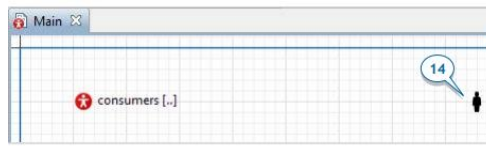

Рисунок 4.23 – Основна діаграма
5. На головній діаграмі перемістіть подання сукупності агентів споживачів праворуч (рис. 4.23).